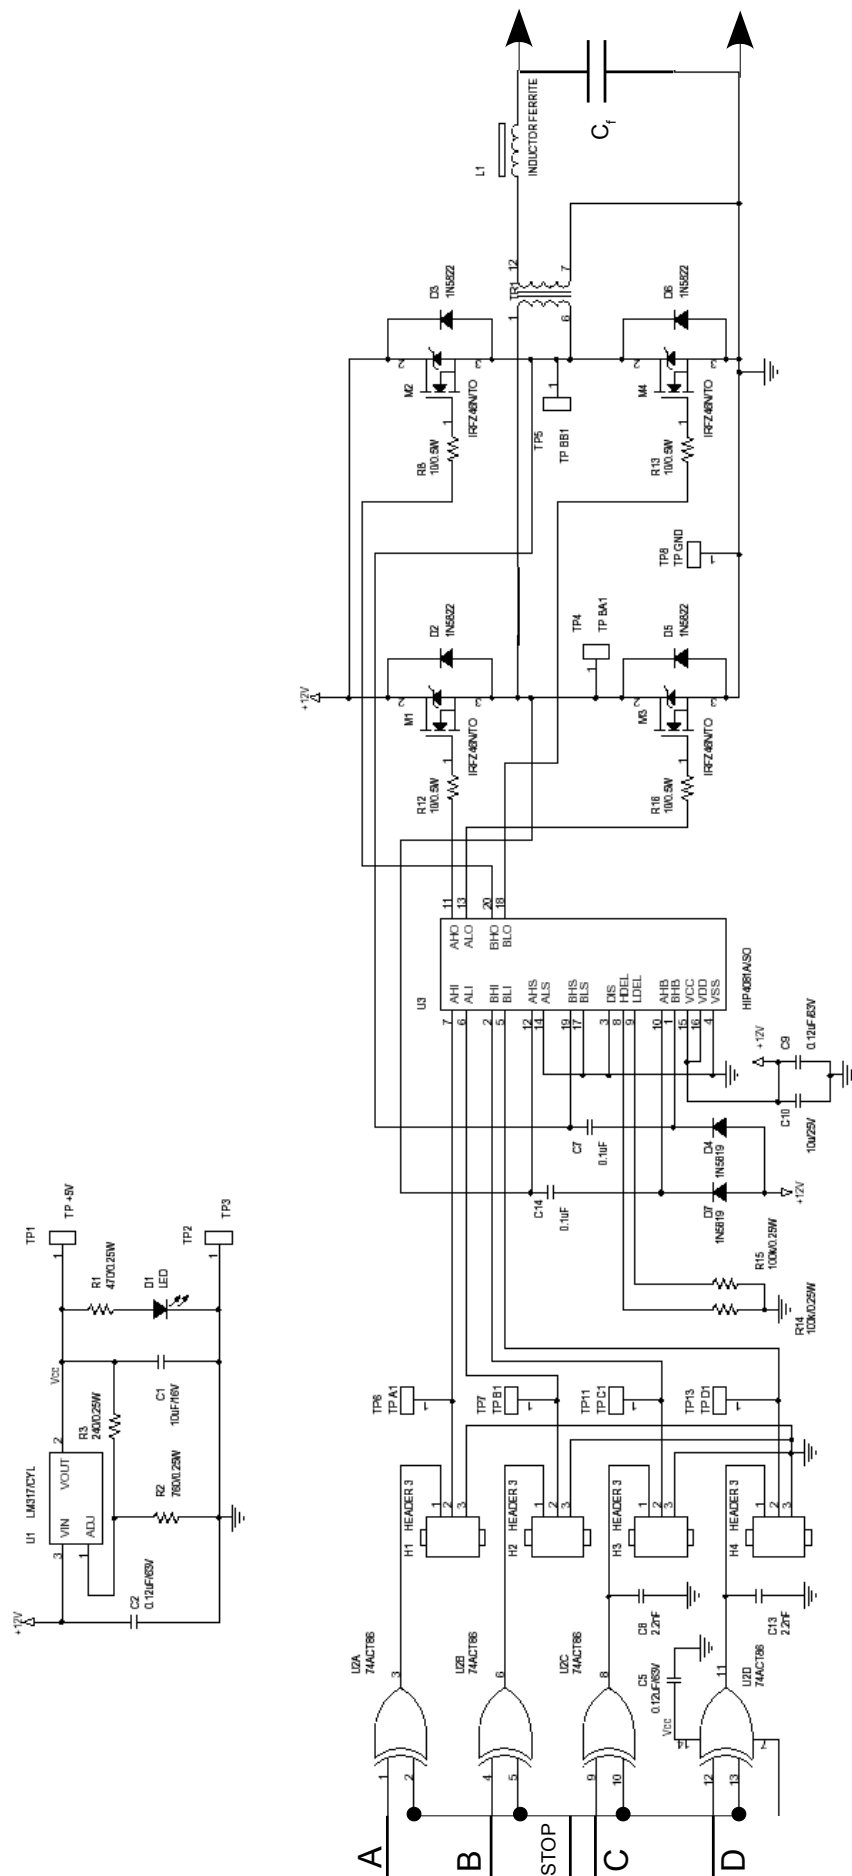

Figure 2: Schéma de l'onduleur monophasé
Le schéma de réalisation est donné à la figure 2. Sur cette figure, nous avons fait apparaître le montage de l'onduleur sans toutefois présenter la génération de la MLI et le contrôle, puisque cela fait l'objet de la question 2 de ce TD.
1. Repérer les cellules de commutation sur le schéma structurel de la figure 2.